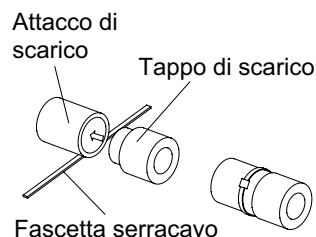

Fig.19
8. Quando si utilizza l'attacco di scarico sul lato destro dell'unità, rimontare il tappo sull'attacco di scarico del lato sinistro (Fig.19).